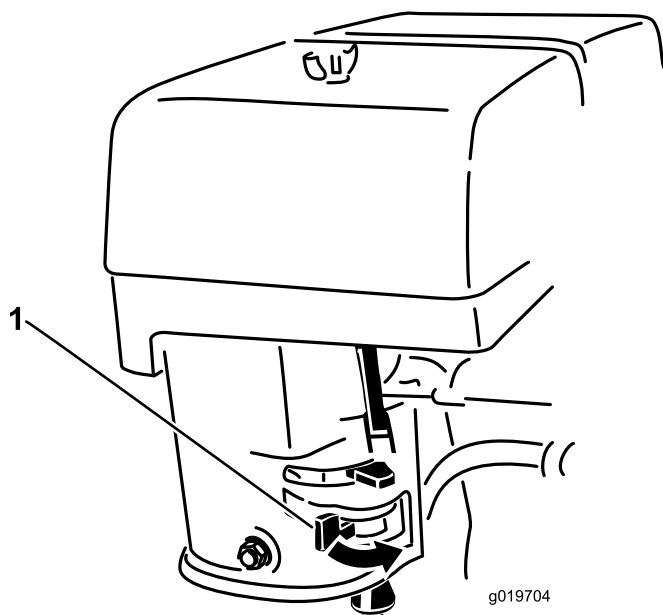

Figure 13
2. Tournez le robinet de carburant en position ouverte (Figure 13).